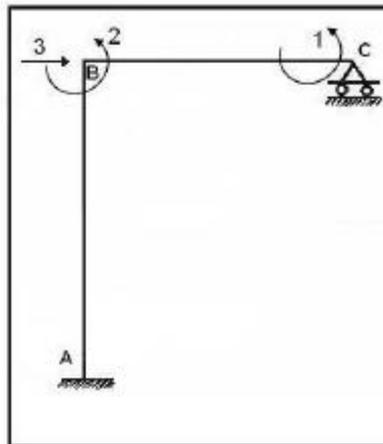

Figura 8.11.4 Sistema de coordenadas generalizadas de fase uno.
- 1) Se cambian la numeración de los dígitos uno y tres en el sistema $Q - q$ esto se presenta en la figura 8.11.4. Por lo tanto ahora q_1 es la rotación en el rodillo C y q_3 es el desplazamiento horizontal de la junta B.
- 2) Por último para pasar de las coordenadas de la figura 8.11.4 a las coordenadas de la figura 8.11.3 se intercambian los dígitos uno y dos. Por lo tanto en la matriz de rigidez de la fase uno se intercambian los elementos de la fila uno a la fila dos y luego los elementos de la columna uno a la columna dos, obteniendo de ésta manera la matriz K^* que ya fue presentada en el ejemplo anterior.